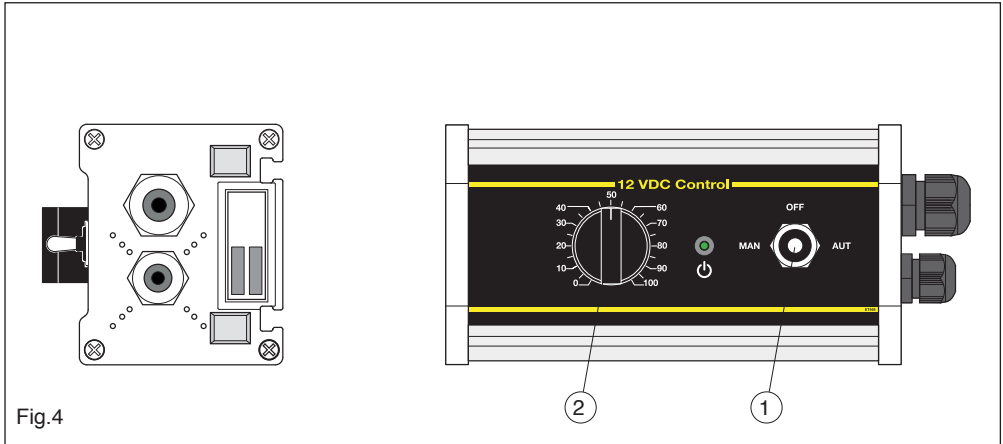

Fig.4
To access this working mode, move the switch lever (pos.1 Fig4) to the left in the MAN position.
AUTOMATIC: the pump turns from "0" to "100" and can be adjusted by acting on the potentiometer (pos.2 Fig4).
To access this working mode, move the switch lever (pos.1 Fig4) to the right to the AUT position.
Per accedere a questa fase di lavoro, spostare la leva dell'interruttore (pos.1 Fig4) verso sinistra in posizione MAN.
AUTOMATICO: si possono regolare i giri della pompa da "0" a "100" agendo sul potenziometro (pos.2 Fig4).
Per accedere a questa fase di lavoro, spostare la leva dell'interruttore (pos.1 Fig4) verso destra in posizione AUT.